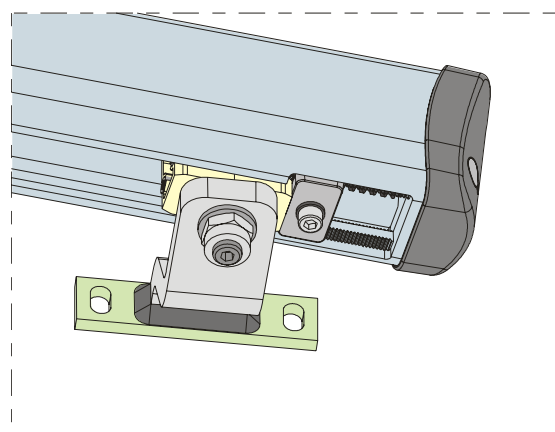

Abb. 20
- 4) Den Anschlag in die Nähe des Anschlusses laut Abb. 20 schieben.